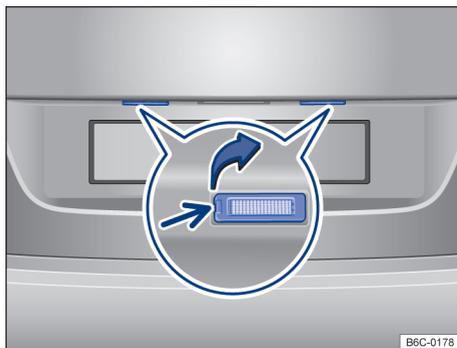

Fig. 168 No para-choque traseiro: lanterna da placa de licença.
- ① Com o auxílio de uma chave de fenda, pressionar a trava → Fig. 168 (seta) para remover o conjunto.